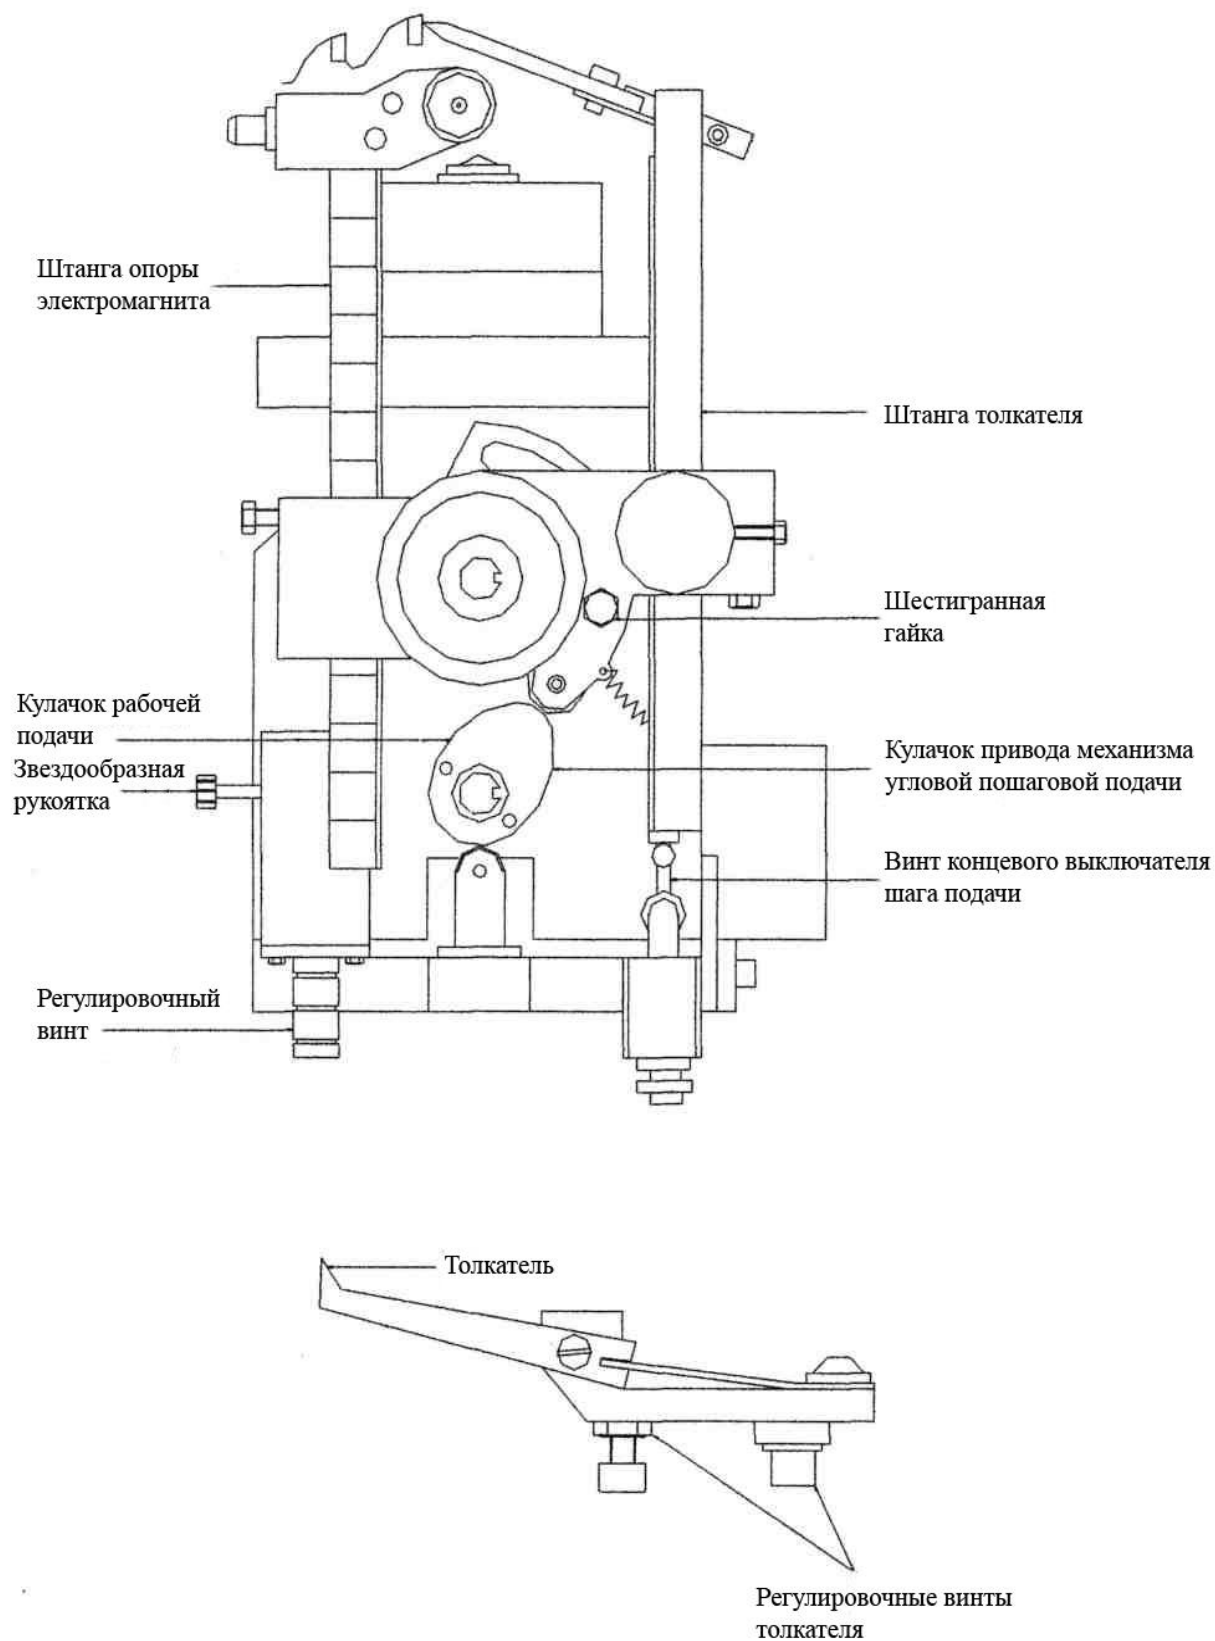

Рис. 6
7.1.2 Настройка механизма угловой пошаговой подачи пилы (см. Рис. 6)
Выкрутите стопорный винт. Отрегулируйте положение опоры электромагнита в зависимости от диаметра затачиваемой пилы. Ослабьте стопорный винт и настройте положение штанги толкателя механизма подачи. Ослабьте затяжку звездообразной рукоятки; вращая регулировочный винт, отрегулируйте величину одного шага угловой подачи. В процессе регулирования затяжки шестигранной гайки должна быть ослаблена. Величина шага подачи выбирается, исходя из чередования зубьев пилы, и обычно равна 1-5 величинам шага зубьев. Если шаг угловой подачи равен шагу зубьев, то станок рекомендуется настроить согласно Рис. 6. В этом случае толкатель упирается в зуб, который будет подвергаться заточке на текущем шаге. Это позволяет повысить эффективность технологического процесса и качество заточки. (При заточке пил с наружным диаметром менее 200 мм необходимо снять штангу толкателя и установить приспособление для заточки пил малых диаметров)
Последовательно включая и выключая двигатель подачи при помощи кнопки управления, установите элементы механизма угловой пошаговой подачи, как показано на Рис. 6. Отрегулируйте положение подвижных опор на вертикальных и горизонтальных направляющих таким образом, чтобы передняя поверхность затачиваемого зуба совпадала с соответствующей плоскостью шлифовального круга. При этом пила не должна касаться шлифовального круга. После окончательного регулирования величины переднего угла, проверьте величину подачи и начинайте заточку.